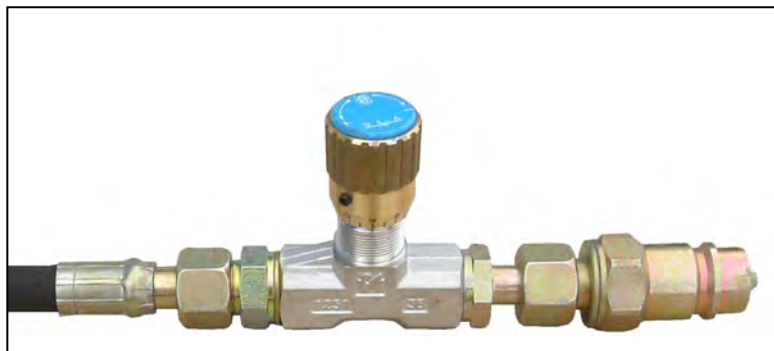

Fig. 1
- Fare la manutenzione del telaio con l'attacco a 3 punti (fig. 1).
- Montare i bracci di sollevamento del trattore fino all'inserimento della barra d'attacco nel piolo (A fig. 1).
La commande des rayonneurs se fait indépendamment par deux distributeurs simple effet. Un limiteur de débit réglable (fig. 1) sur chaque circuit permet de régler la vitesse des rayonneurs.
- Tirer le levier du taquet d'attelage semi-automatique (A fig. 1) pour désengager la barre d'attelage.
The furrowers are controlled independently by two single action distributors. An adjustable flow rate limiter (fig. 1) on each circuit allows the speed of the furrowers to be adjusted.
- Pull the semi-automatic coupling lock bar's lever (A fig. 1) to disengage the coupling bar.